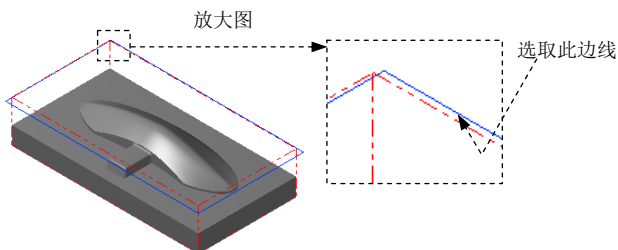

图 9.24 选取切削范围边线
(2) 设置加工边界。在 **Containment boundary** 区域中单击 **鼠标** 按钮，系统弹出“串连选项”对话框。在图形区中选取图 9.24 所示的边线，单击 **✓** 按钮，系统返回至“刀具路径的曲面选取”对话框。